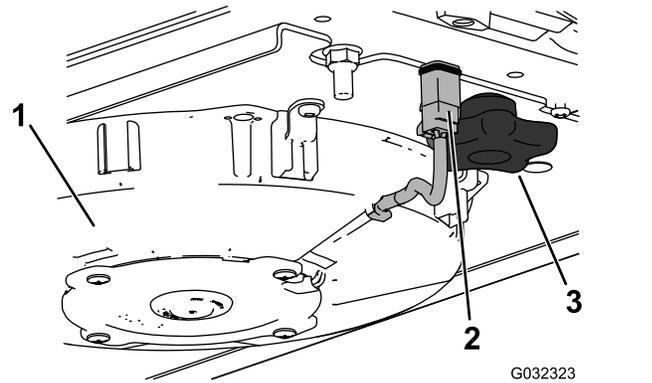
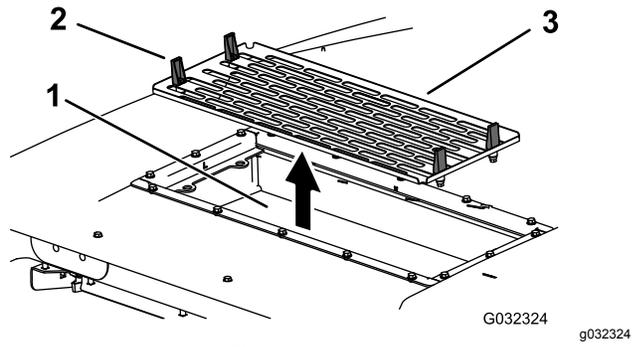

Figura 95
Figura 96
6. Instale los filtros de aire, la rejilla y el conjunto del ventilador (Figura 93, Figura 95 y Figura 96).
7. Conecte el cable de cada ventilador (Figura 95).